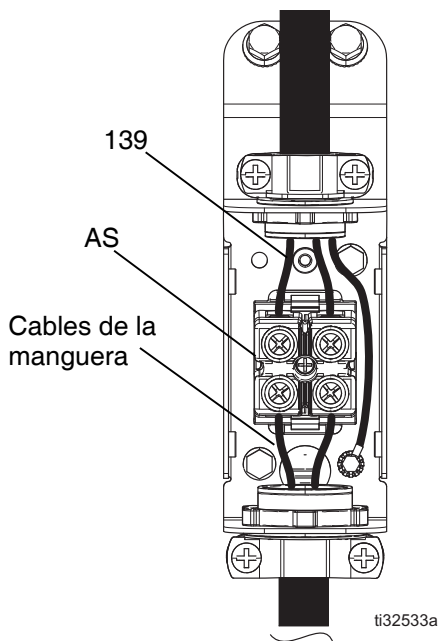

Fig. 70
2. Abra la puerta del armario eléctrico (173) aflojando los pernos (68) y levantando hacia arriba la puerta.
3. Desconecte el disyuntor CB5 y los cables de la manguera en la caja de conexiones eléctricas de la manguera. Vea la FIG. 70, página 72.
- b. Si hay continuidad, reconecte los cables de la manguera en la caja de conexiones eléctricas. Vea la FIG. 70, página 72. Conecte el disyuntor CB5. Cierre la puerta del armario eléctrico (173) y apriete los pernos (68).